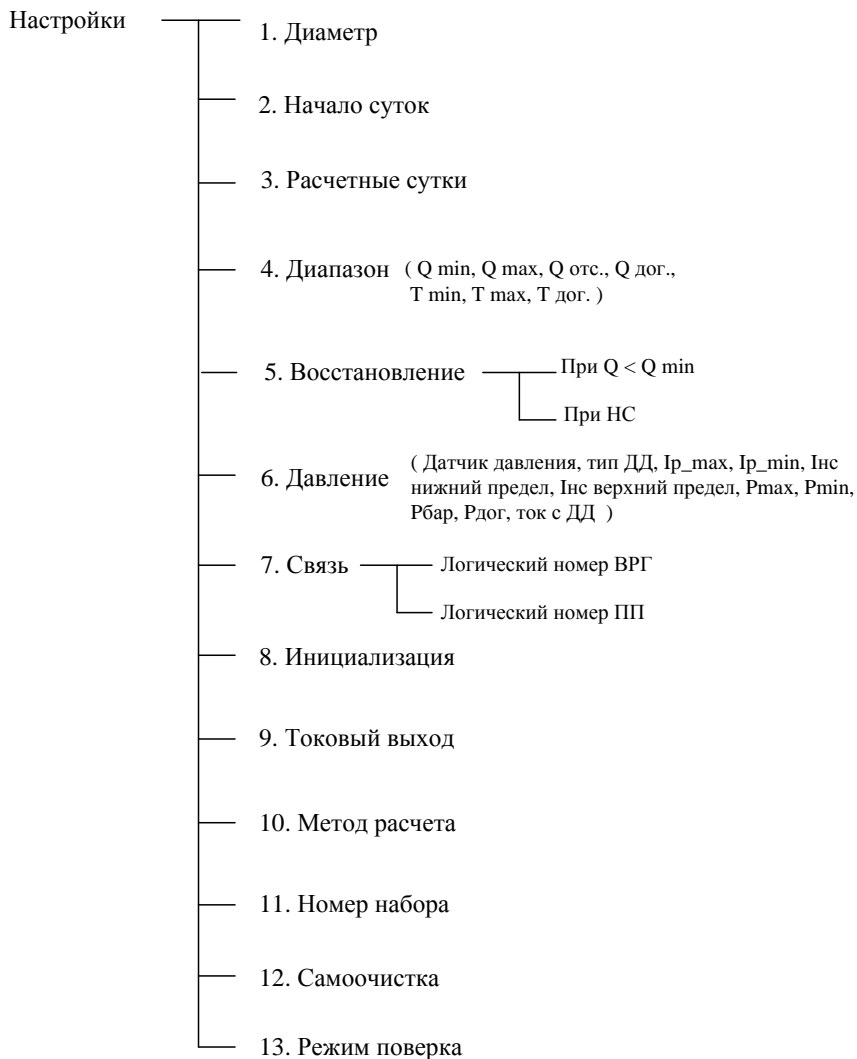

Рисунок 5
2.5.12 Пункт меню «**Настройки**» предназначен для ввода настроечных параметров объекта (рисунок 5).